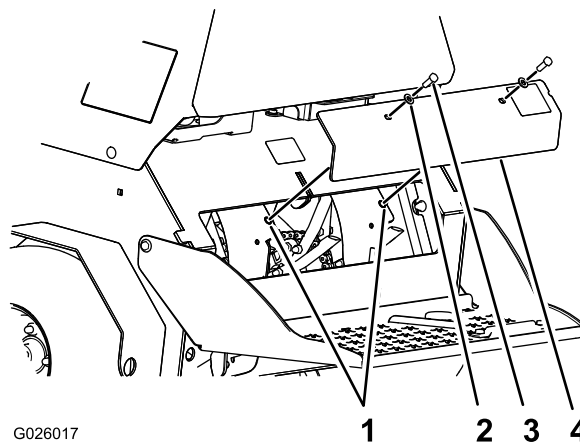

Figura 66
3. Retire los 2 pernos (3/8 x 1 pulgada) y las 2 arandelas (3/8 pulgada) que sujetan el panel de la cubierta trasera al chasis, y extraiga el panel (Figura 66).
- Alinee los orificios del panel de la cubierta trasera con los orificios del chasis (Figura 66).
- Coloque el panel de la cubierta en el chasis con los 2 pernos y las 2 arandelas Figura 66 que retiró en el paso 3, y apriete los pernos a 37-45 N·m (27-33 libras-pulgada).